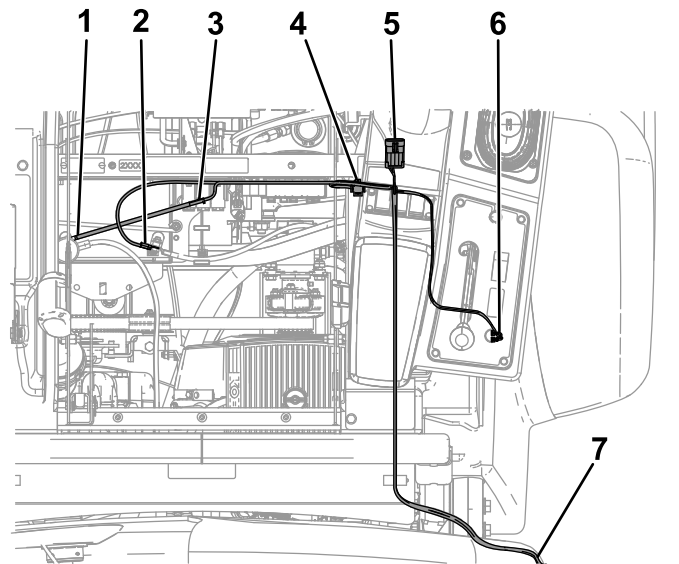

図 7
4. その隣のコネクタをリレー(図 7)に接続し、リレーを、既存のリレーの近くフレームの外側の穴に取り付ける。
5. バッテリーのプラス+端子に取り付けられている赤いワイヤに、ヒューズリンクを接続する(図 7)。
7. ワイヤハーネスの遠端をヒューズブロックのアースに接続する(図 7)。
1. ワイヤハーネスの2つのコネクタに、スイッチの2枚ブレードコネクタを接続する(図 7)。